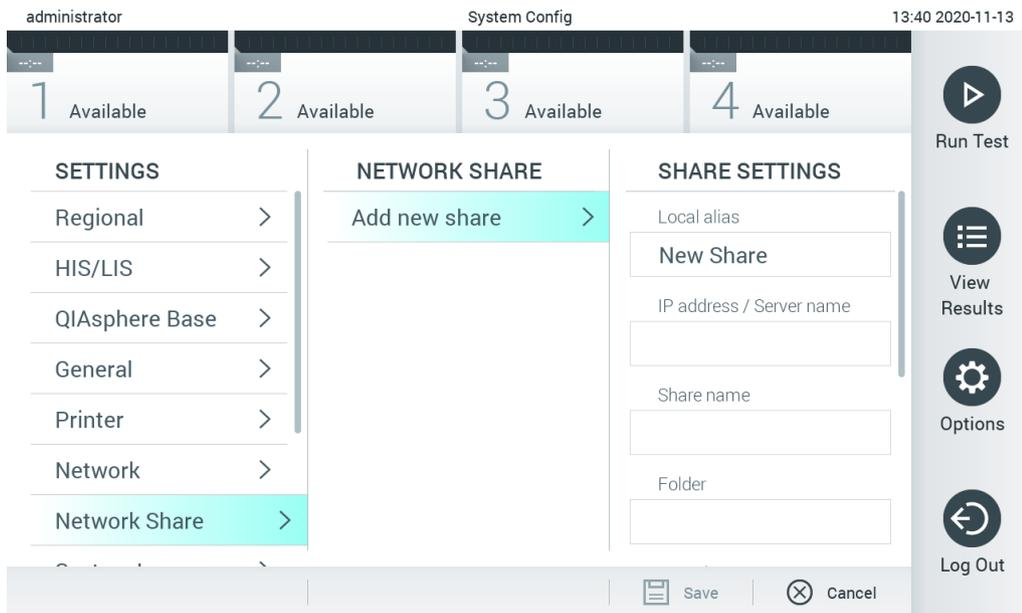

図 69.ネットワーク共有を追加
3. Add new share (新しい共有追加) ボタンを押します (図 69)。